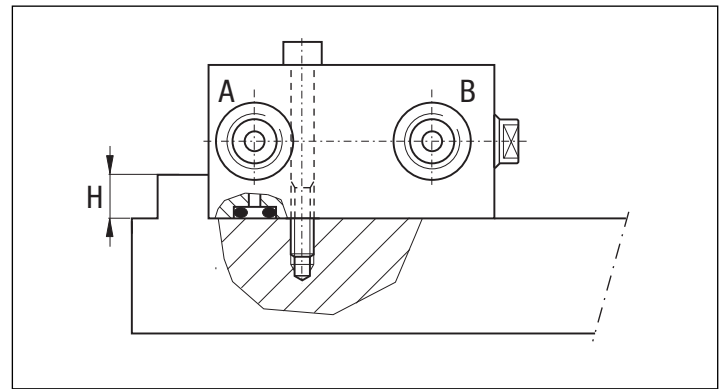

Figura 2 - Cilindro BS
Figura 2 - Para todos los cilindros de simple efecto: Si existe el riesgo de que refrigerantes de mecanizado o viruta se introduzcan por la aireación (B) se recomienda conectar ésta con una zona fuera del utillaje donde no existan esos contaminantes.